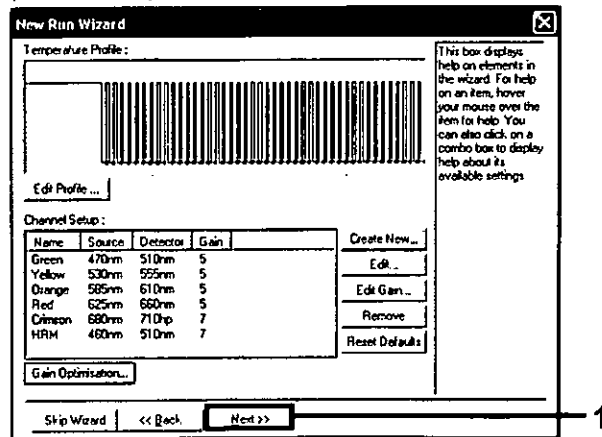

Ilustración 35. Cuadro de diálogo "New Run Wizard" (Asistente para series nuevas) y pantalla de edición de temperatura (1 = Botón "Next" [Siguiente])
- La siguiente ventana permite editar el perfil de temperatura. No es necesario editar, porque el perfil de temperatura se creó según las instrucciones del apartado "Protocolo: creación de un perfil de temperatura", en la página 64. Haga clic en "Next" (Siguiente) (ilustración 35).